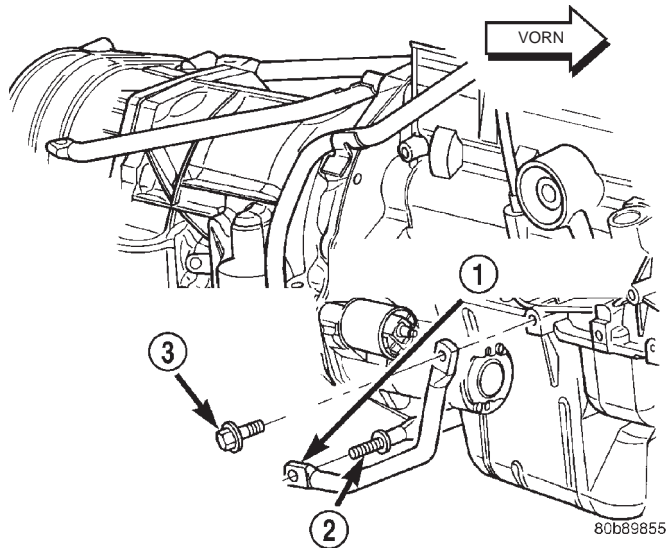

Abb. 44 Torsionsstreben zwischen Motor und Getriebe
(4) Befestigungsschraube der Motor-Getriebe-Haltestrebe (Abb. 44) mit einem Anzugsmoment von 40 N·m (30 ft. lbs.) festziehen.